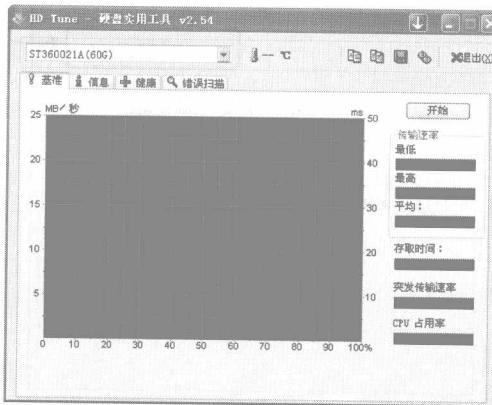

图 1-8
- ❸ 重装系统后会发现启动速度非常慢，而且硬盘灯不停地闪烁，进入系统后，运行 HD Tune 软件进入如图 1-8 所示的 HD Tune 主界面。